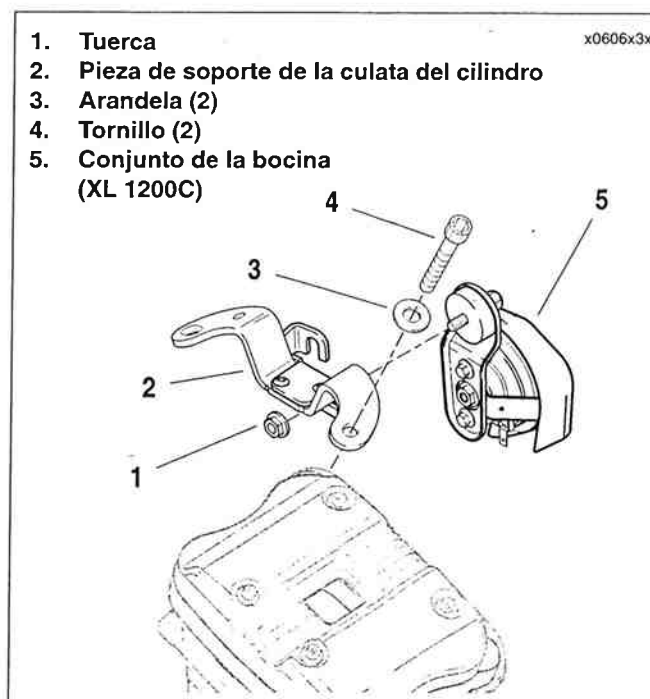

Figura 3-13. Bocina (XL 1200C) y pieza de soporte de la culata del cilindro (todos los modelos)
9. Vea la Figura 3-13. modelos XL 1200C: quite la tuerca (1) y la bocina (5). Consulte 7.24 BOCINA.
10. Extraiga los tornillos (4), arandelas (3) y pieza de soporte de la culata del cilindro (2).